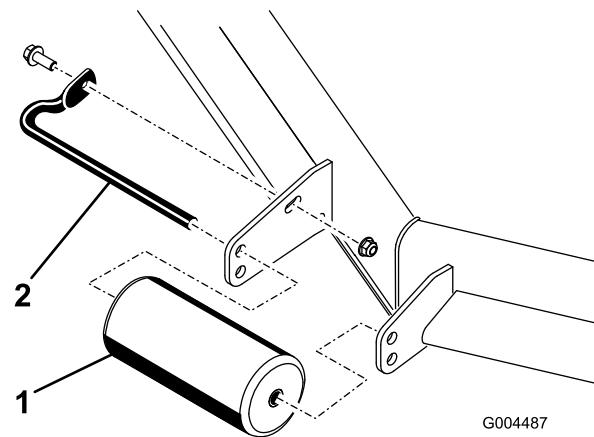

Figura 11
- A. Remova o parafuso e porca que prende o eixo do rolo ao suporte da plataforma (Figura 11).